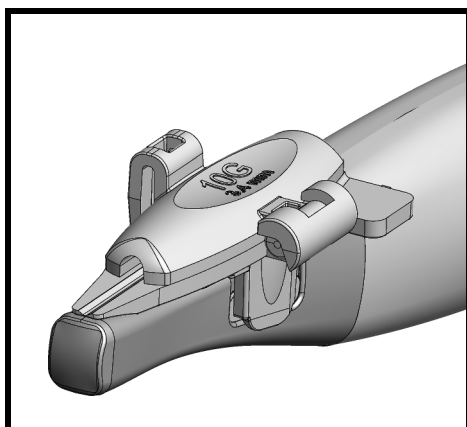

Figure 4.
- 7 La Fig.4 présente le guide d'aiguille monté sur la sonde.